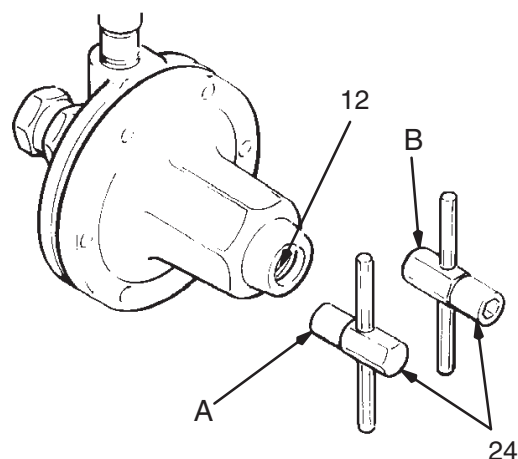

Fig. 3
- a. *Régulateurs à ressort uniquement (voir Fig. 3).* On peut ouvrir complètement le régulateur de deux manières:
- À l'aide du bout mâle (B) de la clé du régulateur (24), tourner la vis de réglage à six pans creux (19) à fond dans le sens *antihoraire*. Le réglage de pression sera maintenu.
- À l'aide du bout femelle (A) de la clé du régulateur (24), tourner la vis de réglage à six pans creux (12) à fond dans le sens *horaire*. Il faudra régler à nouveau la pression après le rinçage.
- c. *Régulateurs à ressort uniquement (voir Fig. 3).* On peut régler le régulateur de deux manières:
- À l'aide du bout mâle (B) de la clé du régulateur (24), tourner la vis de réglage à six pans creux (19) à fond dans le sens *horaire*. Vérifier que le réglage de pression n'a pas changé.
- À l'aide du bout femelle (A) de la clé du régulateur (24), tourner la vis de réglage à six pans creux (12) à fond dans le sens *antihoraire* pour revenir au réglage de pression voulu.
1. Fermer le régulateur: insérer la partie femelle (A) de la clé (24) dans la vis de réglage (12) et la tourner dans le sens antihoraire pour relâcher la tension du ressort. Voir Fig. 3.
3. Tourner ensuite la clé (24) dans le sens *horaire* pour augmenter la pression produit. Voir Fig. 3. Procéder au réglage pour obtenir le profil de jet désiré.